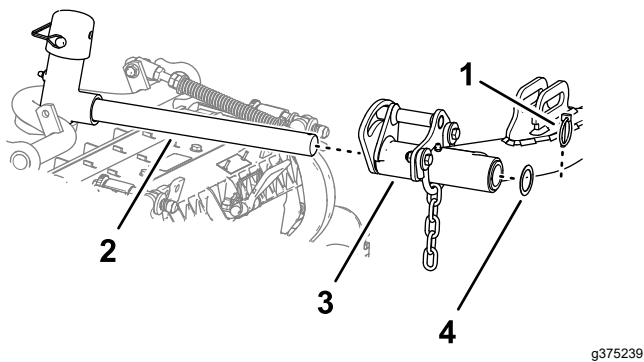

図 27
- Cutting Unit を昇降アームの下に置く 図 27。